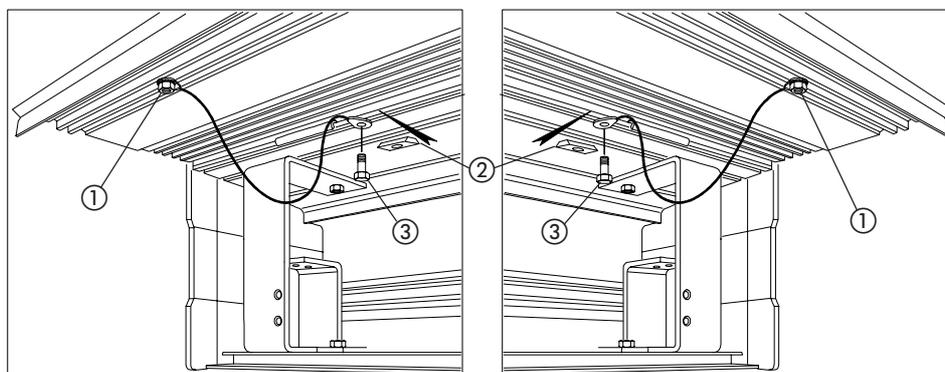

fig. 80
Fixer un œillet des câbles parachute aux tirants M5 disposés précédemment (fig. 76 références A et D) sur le carter de fermeture. Bloquer les œillets avec l'écrou fourni (fig. 80 réf. ①). Introduire deux plaquettes dans le logement du profil de soutien (fig. 80 réf. ②) et bloquer le deuxième œillet avec la vis fournie (fig. 80 réf. ③).